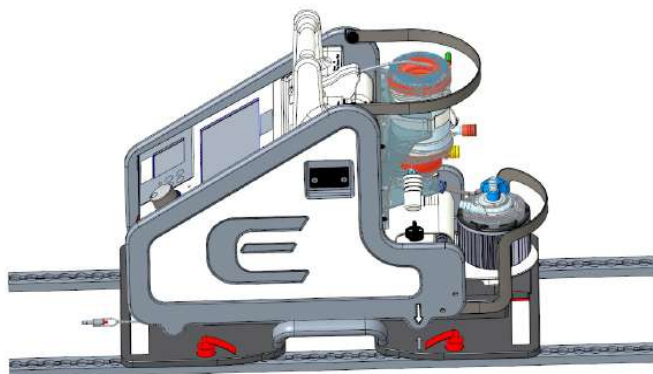

Рисунок 13b
3. Слегка нажимая на ручку **консоли ECMOLIFE**, сдвигать консоль в направлении к «**ЛИЦЕВОЙ СТОРОНЕ**» (рисунок 13а), до тех пор, пока боковые вертикальные стрелки, направленные вниз, на двух боковых стенках консоли **ECMOLIFE** не совпадут со стрелками на верхней части **пластинодержателя ECMOLIFE для автомобиля скорой помощи** (рисунок 13b).